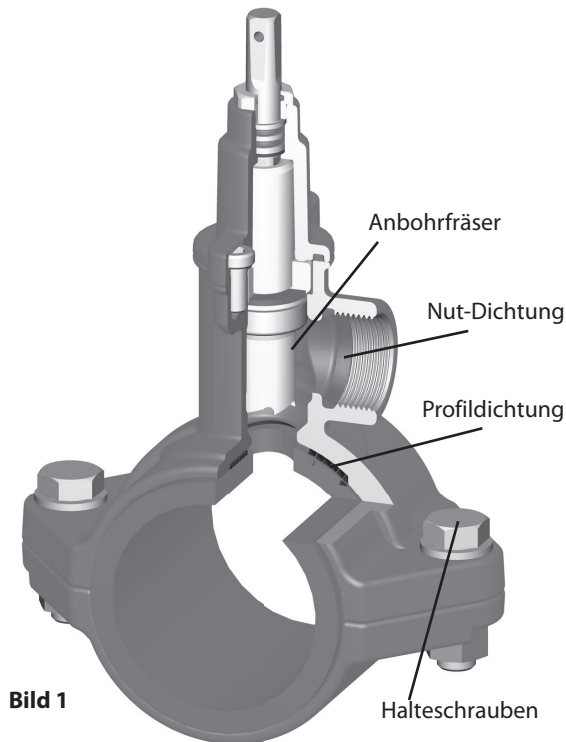

Bild 1
2. Der Anbohrfräser ist vor dem Aufsetzen des Anschlußstückes vollständig zurückzufahren (**Bild 1**).